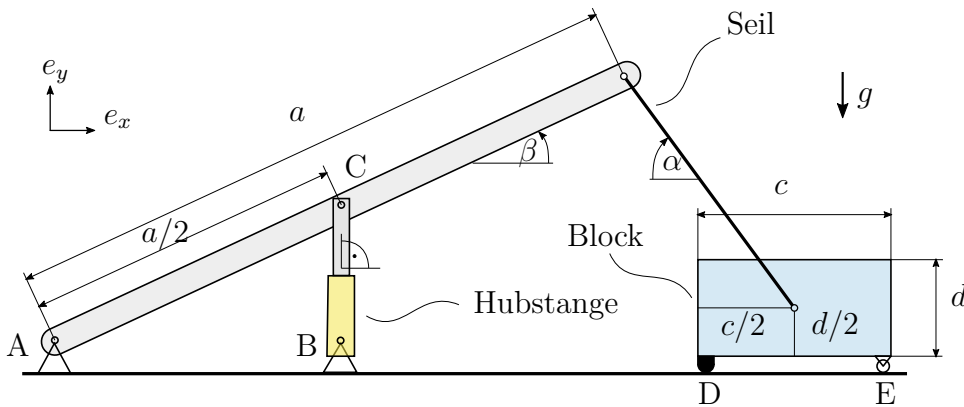

Abbildung 1: Hebevorrichtung.
1. Gegeben ist das System aus Abbildung 1 mit idealen Lagern und masselosen Stäben. Die Hubstange zwischen den Punkten B und C kann eine Kraft f_C in Stabrichtung (Verbindung BC) einprägen. Gegeben sind 11 P. |